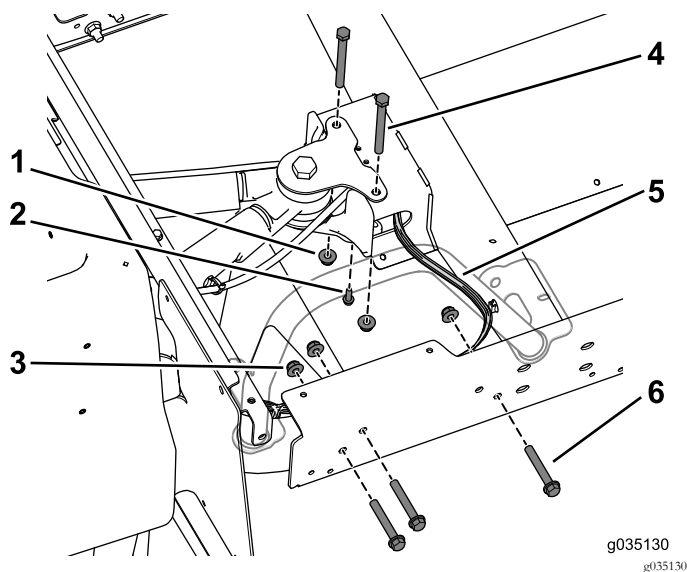

図 77
8. 後フレームにエクステンションレールを仮止めするボルト3/8 x 2-1/2 インチ3本とフランジナットを使う 図 77。車体の反対側でも同じ作業を行う。
注 センターチャネルの中にワイヤハーネスがあることを確認してください 図 77。
9. センターチャネルにブレーキライン用のT字ブラケットを取り付けるタップねじ1/4 x 3/4 インチを使う 図 77。
10. 後マウントに、センターチャネルを仮止めするボルト3/8 x 3-3/4 インチ2本とフランジナットを使う 図 77。